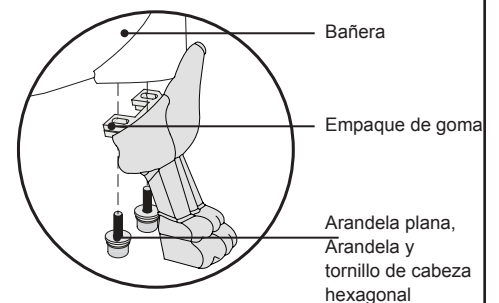

Figura 2. Garra Pies de instalación
- 1 Gire el baño boca abajo sobre una cubierta protectora y fije las cuatro (4) pies de garra a la bañera (Figura 2).
- 2 Utilizando una arandela plana, la arandela y el perno de cabeza hexagonal, coloque los pies de garra a la bañera. Repita este paso para las otras tres pies de garra (3).
- 3 Una vez que los cuatro (4) pies han sido instalados, utilice una llave Allen (incluida) y apriete todas las piezas de montaje.